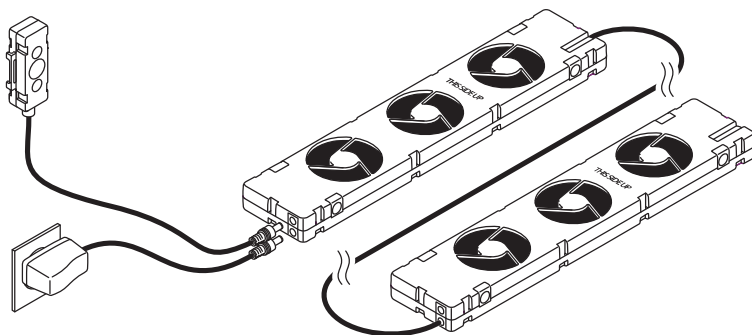

Fig. 4: Conexión adicional de SpeedComforts (B1).
6. En radiadores largos, conecte **SpeedComforts** (B1) adicionales con los cables de **conexión de 30 cm** (B2) (véase fig. 4). Múltiples **SpeedComforts** (B1) (hasta 20) pueden conectarse a más de un **adaptador de alimentación** (A1). No son necesarios **sensores de temperatura** (A2) adicionales.